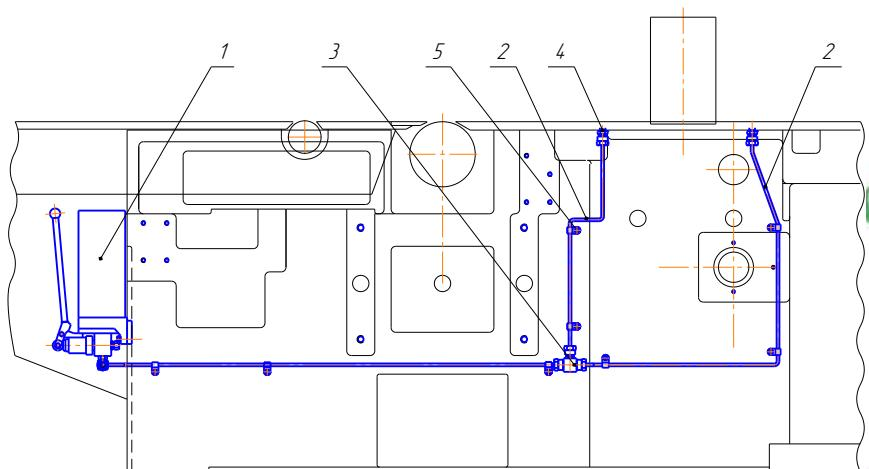

Рис. 30. Схема смазки столов станка
10.11.1. Система смазки показана на рис. 30 и состоит из ручной смазочной станции PRD-13 код. 00.123.1 поз. 1, трубок рисановых 6 х 1, поз. 2, соединительных элементов, поз. 3, и смазочных штуцеров, поз. 4.